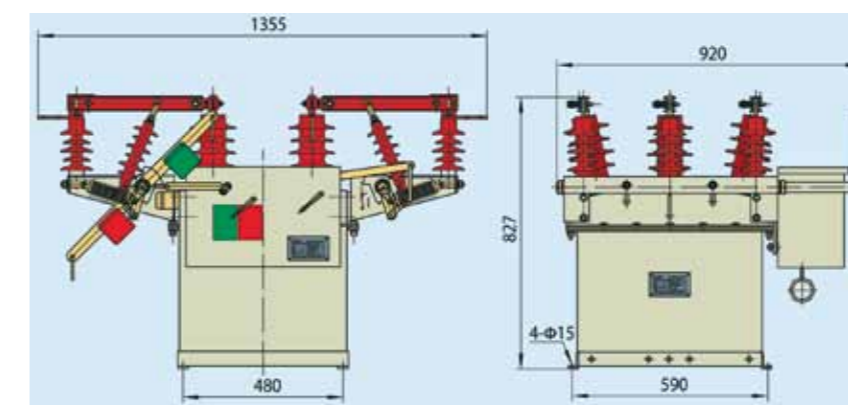

Рис. 6.4 Выключатель ZW8-12 с разъединителем и внешним трансформатором
6.4 Выключатель ZW8-12 с двусторонними разъединителями (см. рис. 6.4)